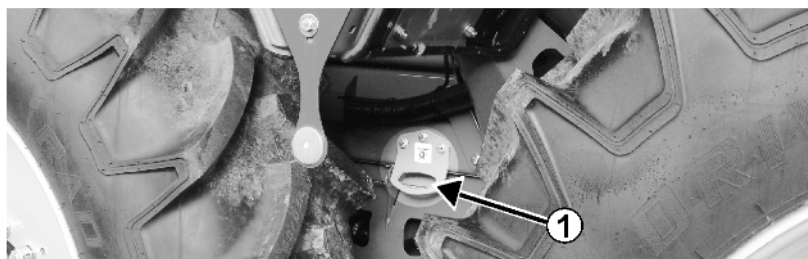

Рис. 8
- Одна точка крепления сзади (Рис. 8/1)